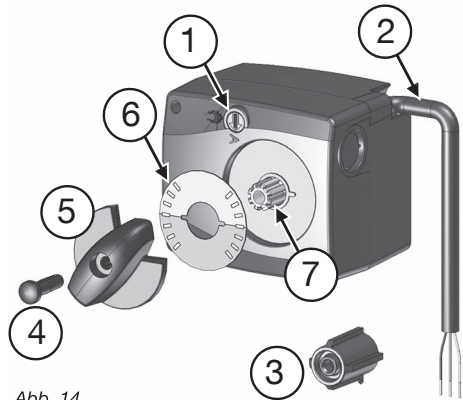

Abb. 14
3. **Drehgriff (5)** und **Stopfen (4)** von der **Hohlwelle (7)** abziehen.
4. **Sichtscheibe (6)** um 180° drehen, so dass der **rote Bereich nach oben zeigt** (Abb. 14).
5. **Drehgriff (5)** und **Stopfen (4)** wieder auf **Hohlwelle (7)** drücken.